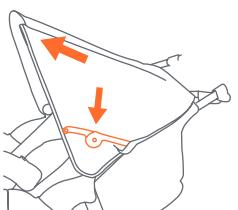

Fig. 8a
- 8) • **Para abrir la cubierta:** empuje hacia delante el borde delantero de la cubierta mientras sostiene la parte trasera de la misma en su sitio (Fig. 8a).